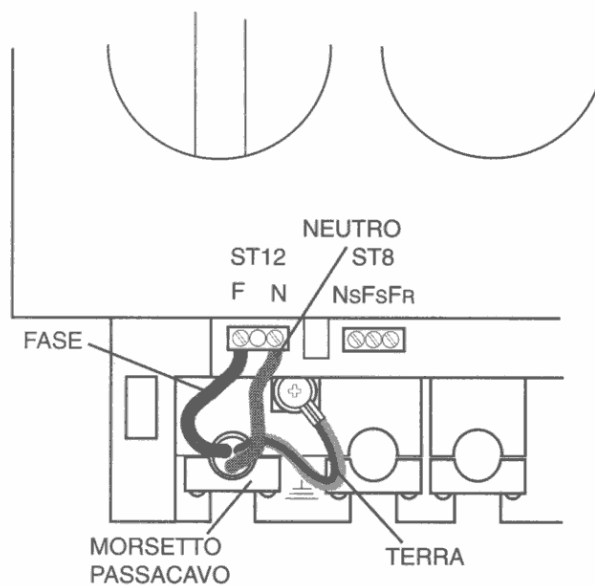

Fig. 9: Collegamenti alla rete
- Collegare il cavo di rete al morsetto ST12 come illustrato in fig. 9, col filo marrone al morsetto F (L), il filo blu al morsetto N (N), e il filo verde e giallo al connettore di terra contrassegnato \perp .
- Il filo di messa a terra deve essere più lungo dei fili F (L) e N (N) e deve essere fissato al connettore con un terminale ad anello, o sbucciato, e fissato saldamente alla rondella semitonda.